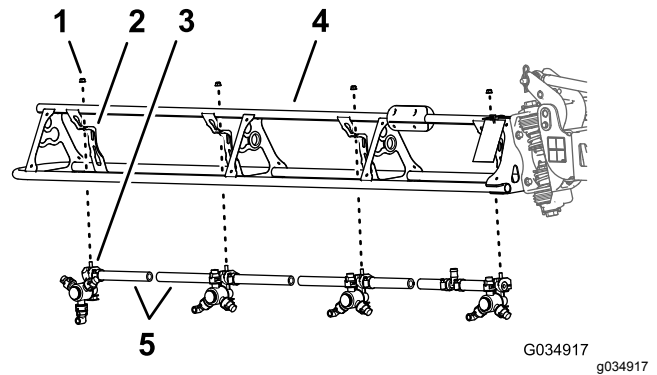

Figura 67
- En la sección de brazo exterior, corte la manguera entre 2 boquillas del fumigador (Figura 67).
- Retire la contratuerca con arandela prensada (5/16") que sujeta la boquilla de fumigación al soporte de la boquilla (Figura 67).
- En la sección de brazo central, corte la manguera entre 2 boquillas del fumigador (Figura 67).